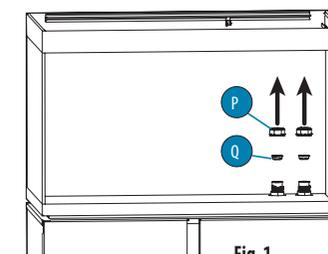

Fig. 1
1. Svitare manualmente il tappo (P) e rimuovere il tappo (Q) dall'apertura (O) (Fig. 1). **IMPORTANTE: conservare i tappi (P) e (Q) per qualsiasi utilizzo futuro.**
1. Svitare manualmente il tappo (P) e rimuovere il tappo (Q) dall'apertura (I) (Fig. 1). **IMPORTANTE: conservare i tappi (P) e (Q) per qualsiasi utilizzo futuro.**